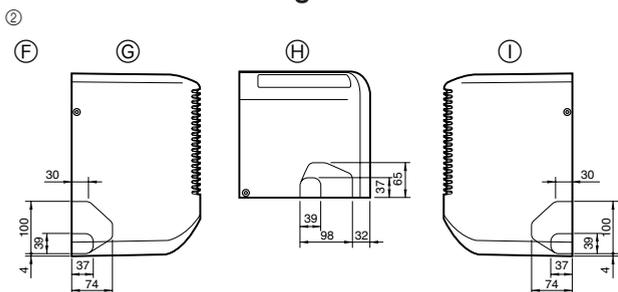

Fig. 4-3
- Définir la position des orifices à dégager sur le corps de l'appareil (Fig. 4-3)